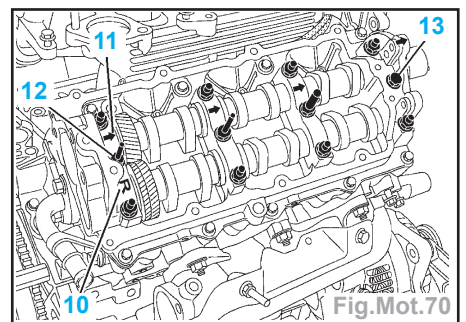

Fig.Mot.70
- Sur la culasse arrière, mettre le chapeau de palier gravé «R» (10) côté volant moteur. Puis poser les autres chapeaux de paliers dans le sens des flèches (11) et dans l'ordre chronologique (numéro des paliers gravé sur les flèches) (Fig.Mot.70).